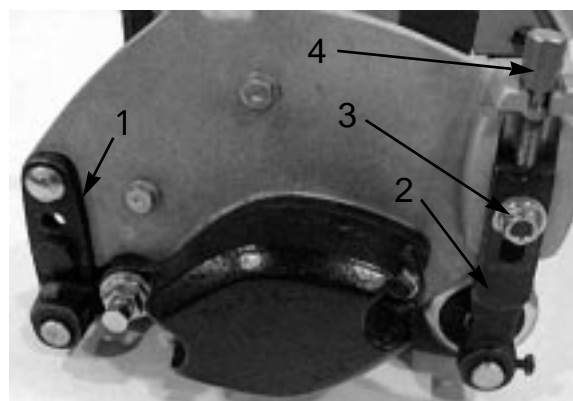

図 18
1. 使用する刈高範囲に合わせて後ローラ・ブラケット（図18）の取り付け位置を変更する：
3. 刈り高アームをカッティングユニットのサイド・プレートに固定しているロックナットをゆるめる（図18）。